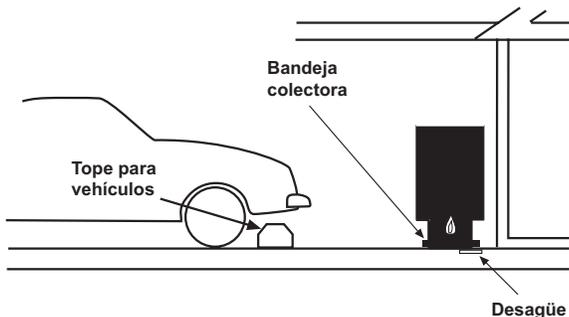

Figura 5. INSTALACIÓN EN GARAJE
3. Ubique el calentador de agua de tal manera que esté protegido y no se exponga a daños físicos por parte de un vehículo en movimiento. Si se instala en un garaje, coloque un tope para vehículos para evitar dañar el calentador de agua, como se muestra en la Figura 5. Verifique si los códigos locales o estatales tienen requisitos antes de la instalación.